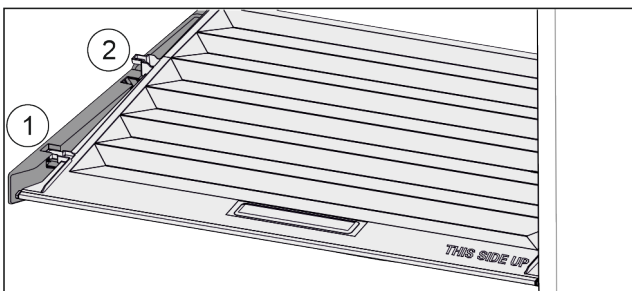

Fig. 43
- ▶ Wenn Schubfächer entnommen sind: Deckel bis zur Öffnung in den Halteteilen nach vorne ziehen Fig. 43 (1).
- ▶ Hinten von unten anheben und nach oben wegnehmen Fig. 43 (2).